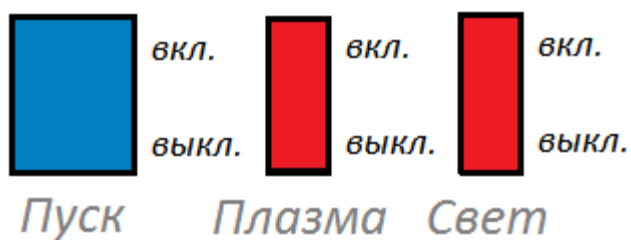

Рис. 2. Кнопки управления расположенные на корпусе Очистителя.
1. Переключить клавишу «Пуск» в положение «вкл.» (Рис. 2).
2. Убедиться в том, что вентиляторы запущены, переключить клавишу «Плазма» в положение «вкл.» (Рис. 2);
3. Для того, чтобы включить подсветку, необходимо переключить клавишу «Свет» в положение «вкл.» (Рис. 2).
1. Переключить клавишу «Плазма» в положение «выкл.» (Рис. 2);
2. Переключить клавишу «Пуск» в положение «выкл.» (Рис. 2), вентилятор остановится;
3. Для того, чтобы выключить подсветку, необходимо переключить клавишу «Свет» в положение «выкл.» (Рис. 2).